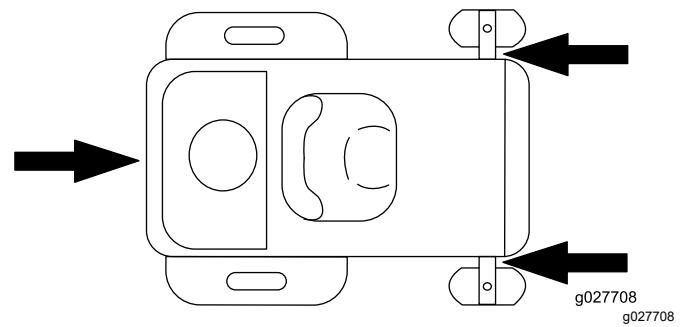

Figura 28
6. Amarre la máquina junto a las ruedas giratorias delanteras y el bastidor trasero con correas, cadenas, cables o cuerdas (Figura 28). Consulte la normativa local respecto a los requisitos de amarre.